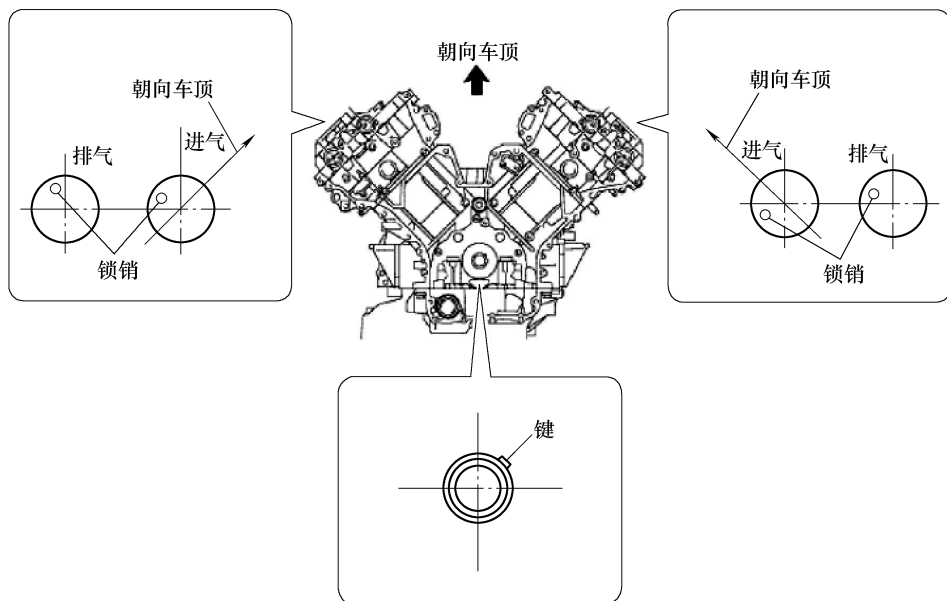

图 1-7 旋转曲轴调整正时齿轮键位置
① 暂时安装曲轴带轮螺栓。
② 旋转曲轴使正时齿轮键位于如图 1-7 所示位置。